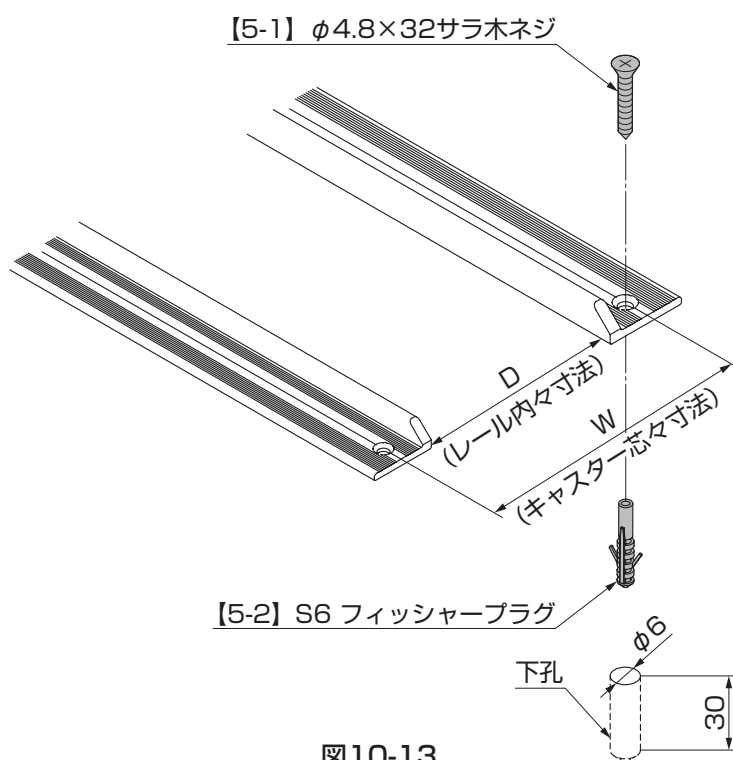

図10-13
①図10-13を参照して、サイドレールの孔に合わせて地盤に下孔φ6深さ30以上の孔をあけてください。(図10-13参照)
②【5-2】を圧入し、【5-1】でネジ止めしてください。(図10-13参照)